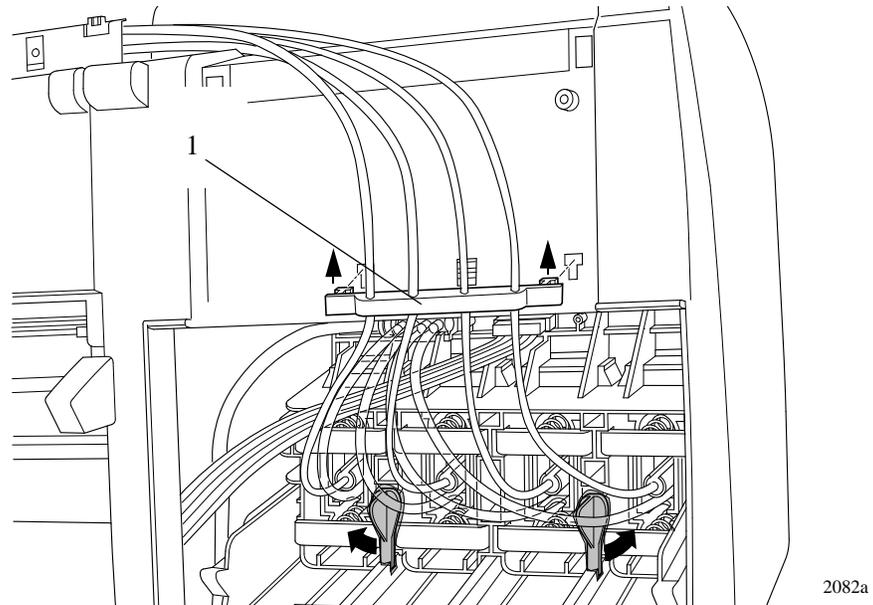

Figura 9: Garra dos tubos
2. Solte o prendedor dos tubos (item 1) da parte traseira da tampa esquerda puxando-o para cima e para fora (consulte a Figura 9).